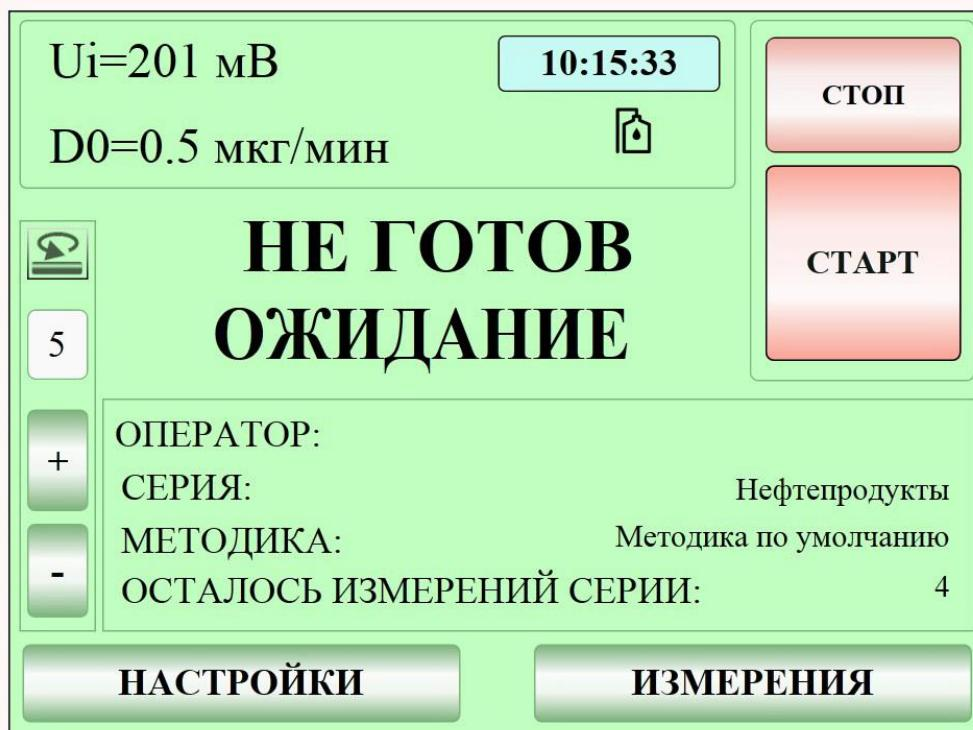

Рисунок 4
- 8.1.2. Включить питание титратора и дождаться окончания его самотестирования и выхода в режим ожидания (Рисунок 4). Включить питание Устройства с помощью сетевого выключателя. При этом в левом верхнем углу дисплея Устройства отображается символ «->», а на экране титратора – пиктограмма .